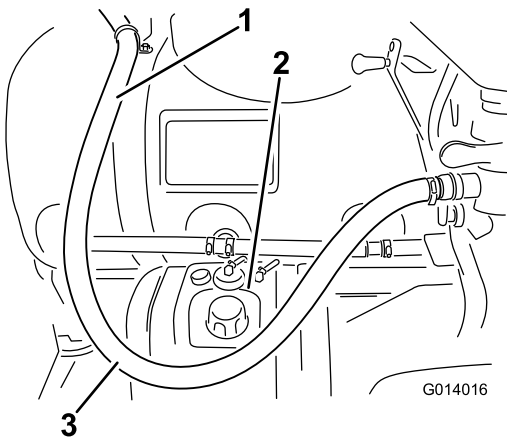

Bild 25
3. Prüfen Sie die Anordnung des Schlauchs. Stellen Sie sicher, dass er genug Spielraum hat, siehe Bild 25, um den Ejektor abzusenken.